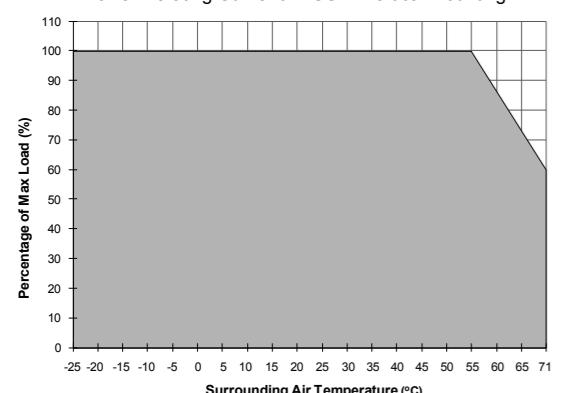

Figure 6
Derating (Leistungsherabsetzung)	Leistungsherabsetzung gemäß Abb. 6 > 55°C (2.5% / °C)
Betriebstemperaturbereich (Umgebungstemperatur)	-25°C bis +71°C (Leistungsherabsetzung gemäß Abb. 6)
5.4. Temperaturverhalten (Abb. 6)